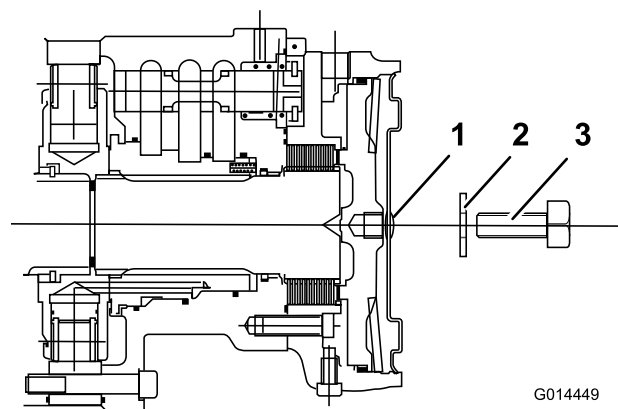

Bild 40
4. Setzen Sie eine lange Stellschraube (M12 x 40 mm) mit Scheibe durch das Loch in der Mitte der Motorendplatte ein (Bild 40).
5. Ziehen Sie die Stellschraube im Gewindeloch des Bremskolbens an, bis sich die Bremse löst (Bild 40).
6. Ermitteln Sie die Scheibenbremse am linken Vorderradmotor und wiederholen Sie den vorherigen Schritt (Bild 40).